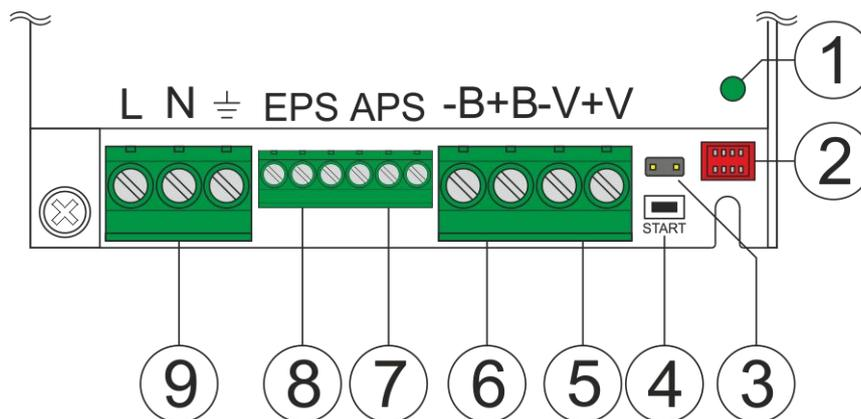

Fig. 2. Vue du module d'alimentation électrique
Tableau 2. Éléments et connecteur du bloc d'alimentation (voir fig. 2).
- **coupure du courant 230 V** : LED AC (Fig. 2 niveau 5), sortie technique EPS après 30 s